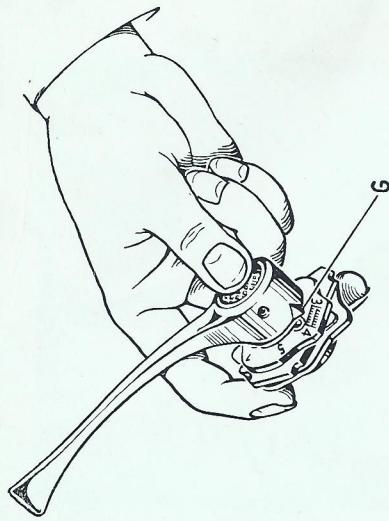

Fig. 66
- apretar el grupo de discos o «cames» como indica la fig. 66 y llevar el índice «G» en correspondencia del ojal deseado,